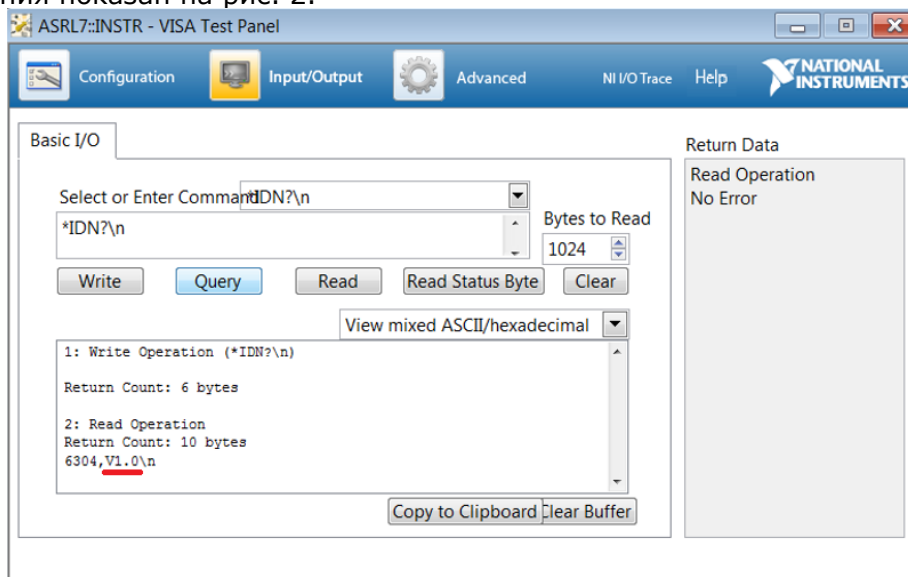

Рис. 2
2. В измерителях, где вывод версии ПО на загрузочном экране не поддерживается, номер версии ПО можно узнать путем подключения измерителя по интерфейсу связи через ПК. В этом случае вывод идентификационных данных осуществляется при помощи программы-терминала для связи и управления прибором, например «Hyperterminal», установленной на некоторых операционных системах по умолчанию или доступной для свободного скачивания по ссылке: <https://www.hilgraeve.com/hyperterminal/>. Программа для управления прибором может быть любая, поддерживающая команды «SCPI» (стандартные команды для программируемых приборов). Вывод идентификационных данных прибора и версии ПО осуществляется путем ввода в командной строке команды *IDN?. Пример команды и вывода версии ПО при помощи программы дистанционного управления показан на рис. 2.